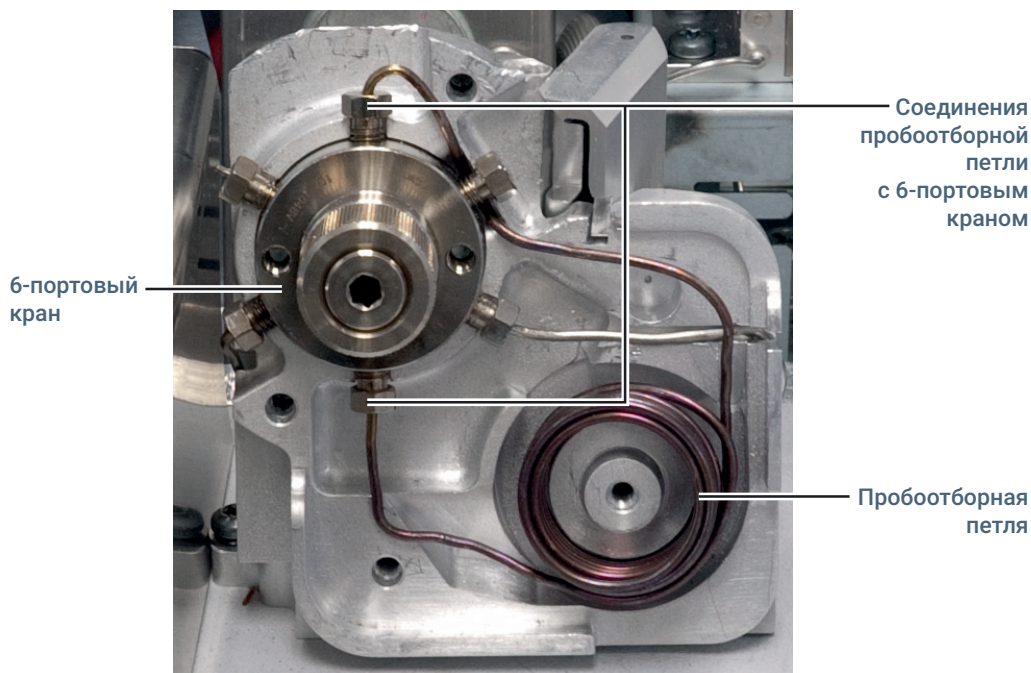

Рис. 19. Отсоединение пробоотборной петли от 6-портового крана
- 7 С помощью гаечного ключа 1/4" отсоедините два конца пробоотборной петли от 6-портового крана (**Рис. 19**).
- 9 Извлеките пробоотборную петлю (**Рис. 19**). Вытяните ослабленный фитинг зонда для отбора проб так, чтобы под ним можно было протянуть трубку пробоотборной петли.